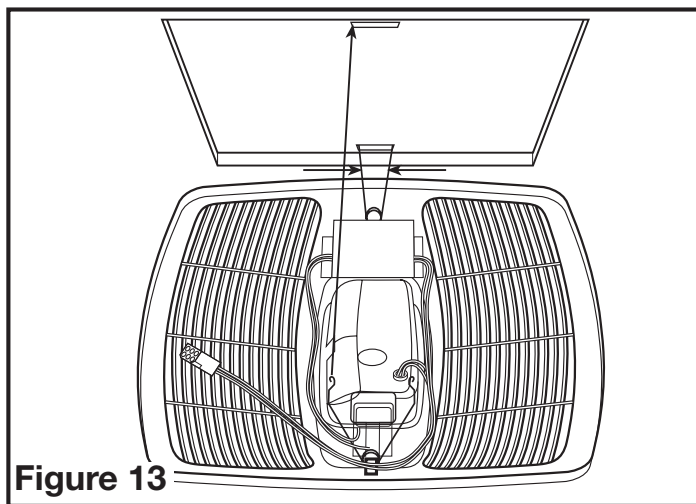

Figure 13
5. Installez la grille en pressant les ressorts ensemble pour les installer dans la fente la plus éloignée du compartiment de câblage sur le boîtier du ventilateur. Attachez le câble à connexion rapide de 6 broches de la grille au connecteur de 6 broches sur le dessus du couvercle du compartiment de câblage. Le câble ne s'insère que d'une façon dans la prise. Installez l'autre ressort et poussez la grille vers le haut en place (**Figure 13**).